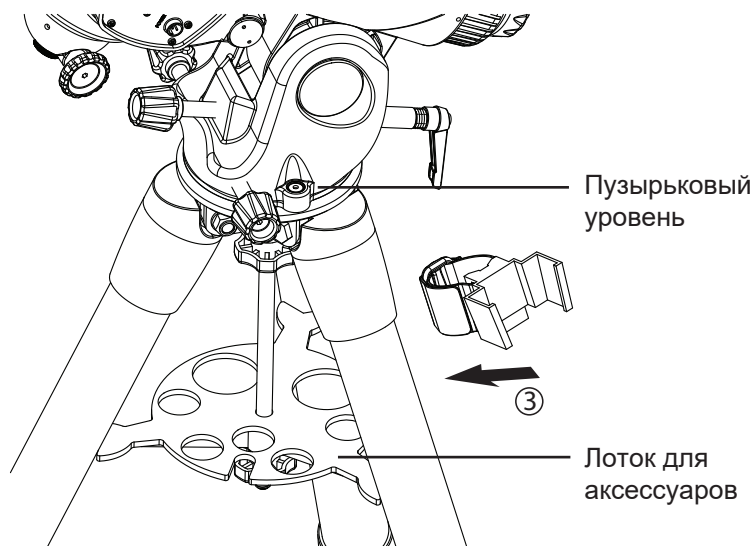

Рис. 1.3b
2. С помощью пузырькового уровня отрегулируйте высоту каждой ножки так, чтобы площадка треноги приняла горизонтальное положение (рис. 1.3b).
3. Закрепите держатель пульта управления на одной из ножек треноги между площадкой треноги и лотком для аксессуаров (рис. 1.3b).